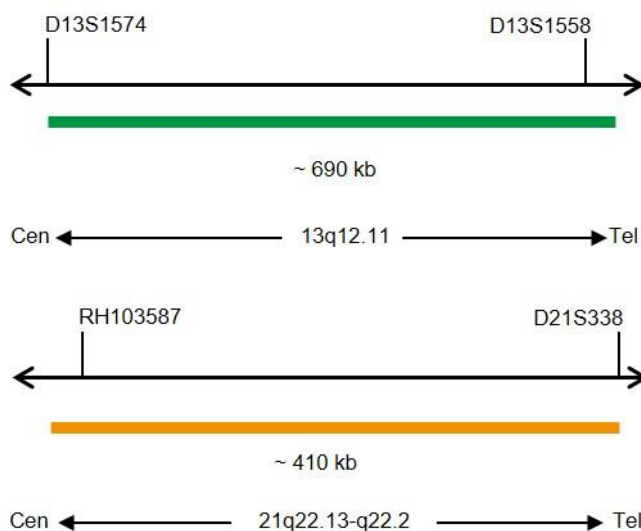

Fig. 1: Cima: SPEC 13q12 Mapa da sonda; Baixo: SPEC 21q22 Mapa da sonda (sem escala)
- Polinucleótidos (~10.0 ng/ μ l) com marcação ZyGreen (excitação 503 nm/emissão 528 nm), dirigidos ao mapeamento de sequências alvo em 13q12.11* (chr13:20,200,365-20,892,494) (ver Fig. 1).
- Polinucleótidos (~4.5 ng/ μ l) com marcação ZyOrange (excitação 547 nm/emissão 572 nm), dirigidos ao mapeamento de sequências alvo em 21q22.13-q22.2* (chr21:39,372,983-39,784,773) (ver Fig. 1).